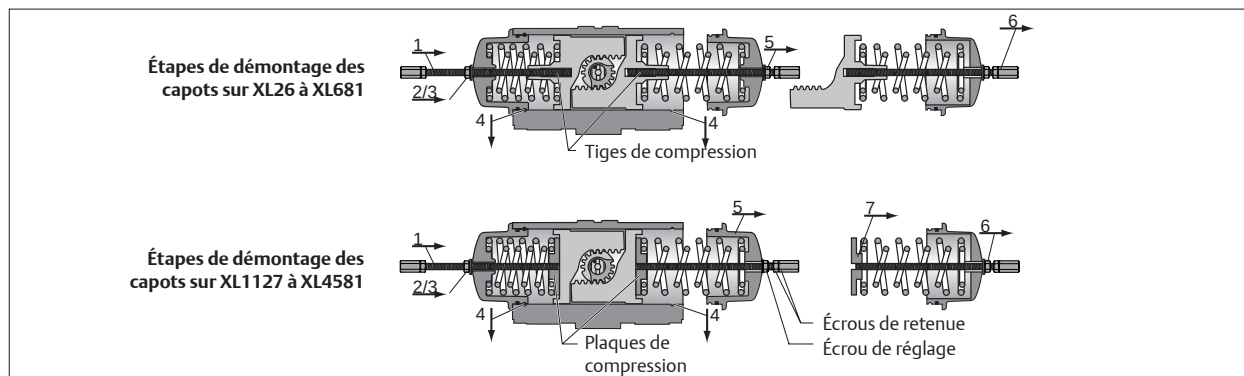

Figure. 4 Démontage des capots
1. Desserrez les écrous de blocage (24) et retirez les fins de course (22) et les joints
2. Retirez l'indicateur (7) du haut du pignon (19). Pour les modèles XL26 à XL221, utilisez une clé Allen de 4 mm. Pour les tailles plus grandes, l'indicateur peut être tiré à partir du haut du pignon.
3. Retirez les boulons de scellement (28) et les joints (29) des capots (21).
- Pour les modèles XL 26 à XL 681 les pistons (20)
- Pour les modèles XL 1127 à XL4581 la plaque de compression (20a, voir aussi Figure. 4) jusqu'en butée (NE SERREZ PAS TROP) et veillez à ce que l'écrou et la rondelle n'entrent pas en contact avec le capot.
7. Empêchez les écrous de retenue de tourner à l'aide d'une clé. Utilisez une autre clé pour visser les écrous de réglage d'un demi tour à la fois (voir Figure. 4) dans le sens horaire jusqu'à ce que deux tours complets aient été atteints. Cette opération permet de tirer :
- Pour les modèles XL 26 à XL681 les pistons (20)
- Pour les modèles XL 1127 à XL4581 la plaque de compression (voir aussi Fig 4) vers les capots (21) et de comprimer les ressorts. Cette compression des ressorts libère la force du ressort et déverrouille le SAFEKEY en vue de son retrait.
10. Une fois les deux SAFEKEYS retirés, utilisez une clé pour faire tourner le pignon, en éloignant les pistons (20) jusqu'à ce qu'ils poussent les capots du corps.
- Pour les modèles XL 26 à XL681 les pistons (20), les ressorts et le capot sont libérés
11. Pour garder le jeu de ressorts intact (Figure. 4), laissez la tige de compression en place. Pour démonter le jeu de ressorts, dévissez l'écrou de réglage de la tige de compression en libérant la force du ressort, tout en empêchant la tige de tourner en bloquant les écrous de retenue à l'aide d'une clé.